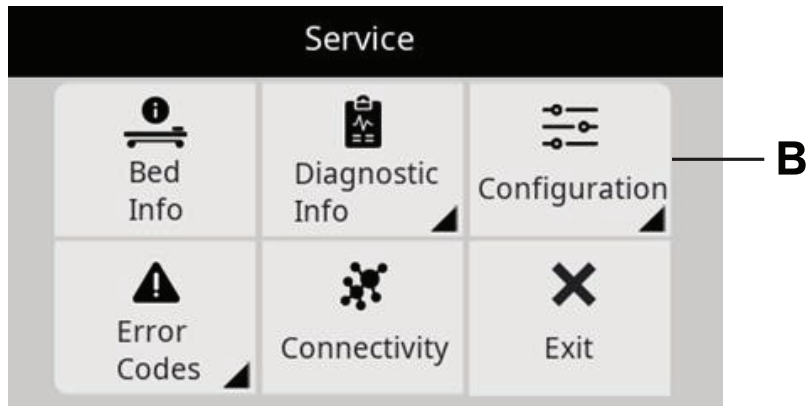

Abbildung 5 – ProCuity Servicemenü
3. Das Servicemenü aufrufen und **Konfiguration** (B) auswählen (Abbildung 5).